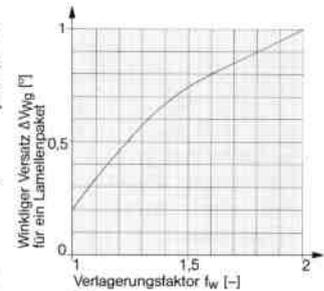

Bild 30
- fw [-] = Verlagerungsfaktor (Bild 30)
Der Verlagerungsfaktor ergibt sich aus dem gesamten Winkelversatz ΔVwg eines Lamellenpaketes, Bild 30.
Verlagerungsfaktor  $f_w = 1,3$  (Bild 30)